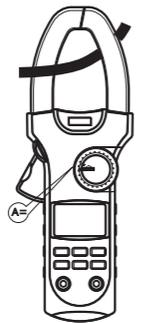

图 10
8. 直流电流测量 (A $\overline{\text{DC}}$) (见图10)
注意: 电流测量功能必须在0℃~40℃之间操作,在直流电流测量时,如果读数为正值,则电流的方向为由上到下(见图10:面板为上,底盖为下)。按住扳机不要突然松开,霍尔元件是一种敏感器件,除了对磁敏感外,对热、机械应力均有不同程度的敏感,撞击会短时间引起读数变化。